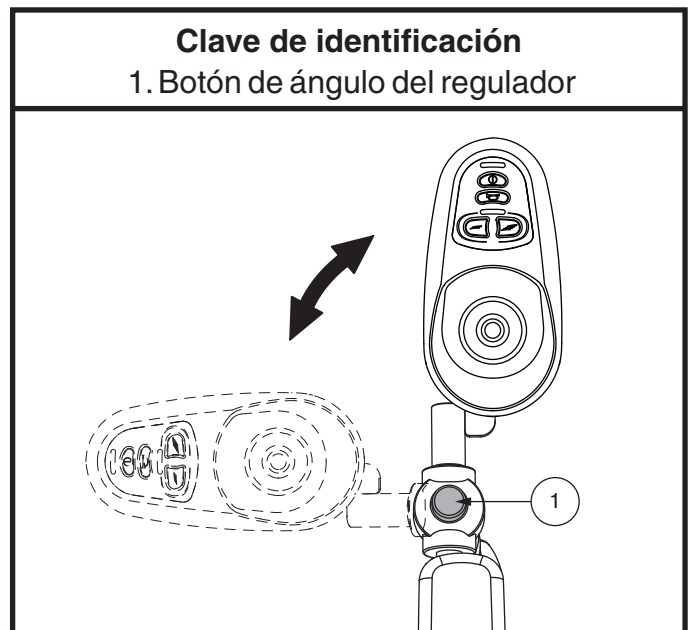

Figura 11. Ajuste del ángulo del regulador
1. Presione y mantenga el botón de ángulo del regulador y gire el regulador a la izquierda o la derecha hacia la posición deseada. **Vea la figura 11.**